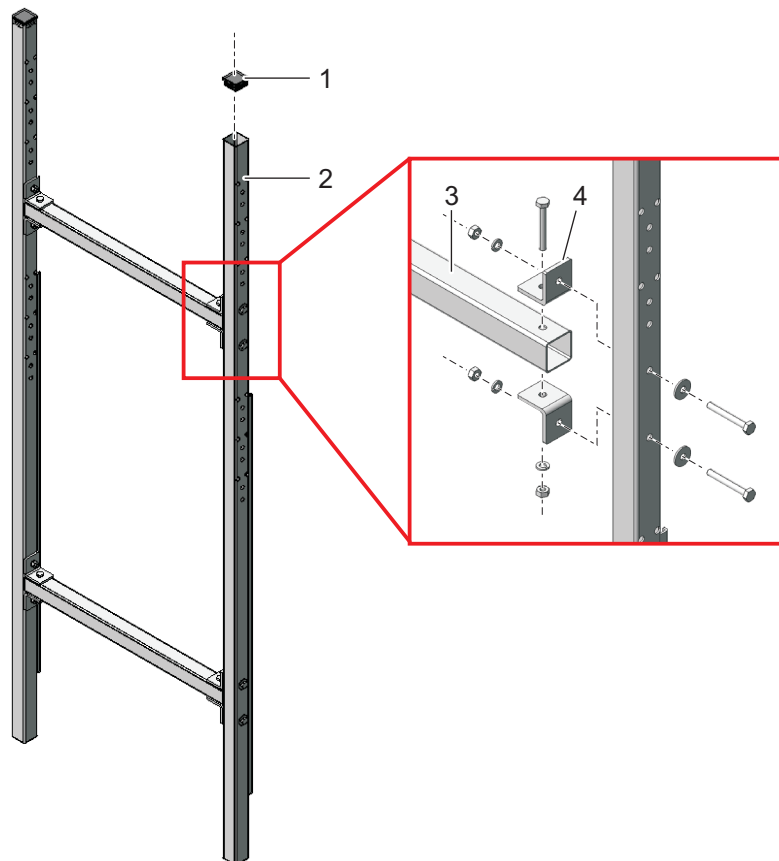

Abb. 3-7: Tragrohre mit den Querrohren verbinden
- 1** Drücken Sie Schutzstopfen aus Plastik (1) in die oberen Enden der beiden Vierkant-Tragrohre (2).
- 2** Verbinden Sie die beiden Tragrohre über die beiden Vierkant-Querrohre (3) miteinander. Verwenden Sie für jede Verbindung zwei Winkel (4), drei kurze Sechskantschrauben, zwei große Unterlegscheiben, drei Federringe und drei Muttern wie in Abb. 3-7,  32 gezeigt.